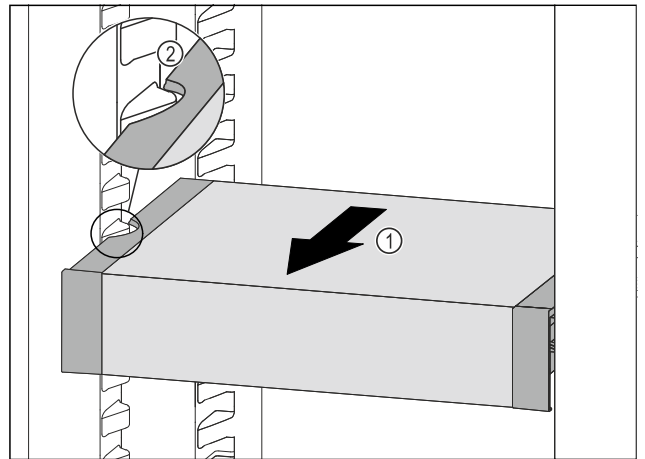

Fig. 145
- Tirare VarioSafe in avanti Fig. 145 (1) fino a quando le cavità laterali di VarioSafe non si trovano al livello della nervatura del contenitore nel vano frigorifero. Fig. 145 (2)